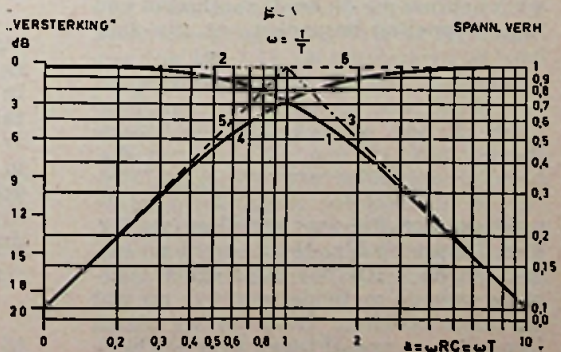

Fig. 1a
karakteristiek juist tegengesteld aan die van de lijn 2-3 in fig. 1a: het stuk (2) blijft precies zo lopen, omdat 1/1 nu eenmaal ook 1 is, maar, terwijl het stuk 3 met een helling van 6 db/octaaf omlaag loopt, zal nu de frequentiekarakteristiek juist met 6 db/octaaf omhoog lopen. Van een verzwakking van de hoge frequenties hebben we juist een versterking gemaakt. Dit omkeerprincipe, dat juist bij de rechte lijnen zo gemakkelijk gaat, maakt het zeer eenvoudig om het effect van de klankregeling volgens de beide systemen te vergelijken.